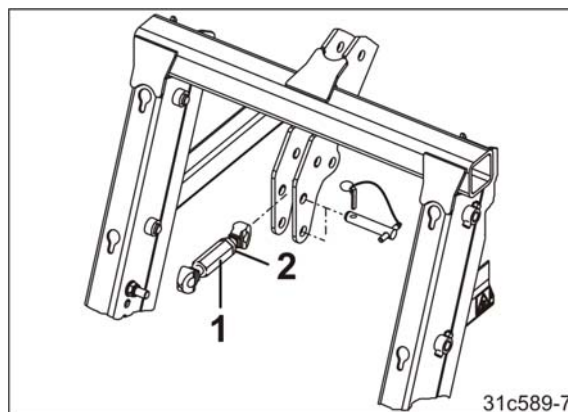

Fig. 109
8. Introduceți bara superioară (Fig. 109/1) la punctul superior de sprijin (cat. II) al semănătorii.
10. Aliniați drept semănătoarea prin prelungirea, respectiv scurtarea barei superioare. Asigurați reglarea barei superioare cu contrapiulița (Fig. 109/2).